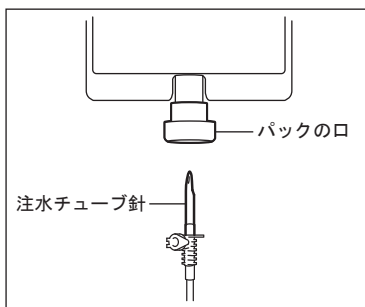

図 10
- 3) 注水チューブ針をパックの口に挿し込みます。(図 10)